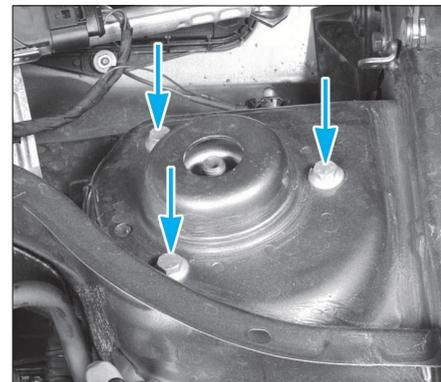

FIG. 5
- les vis de fixation supérieures de l'élément de suspension (Fig.5).